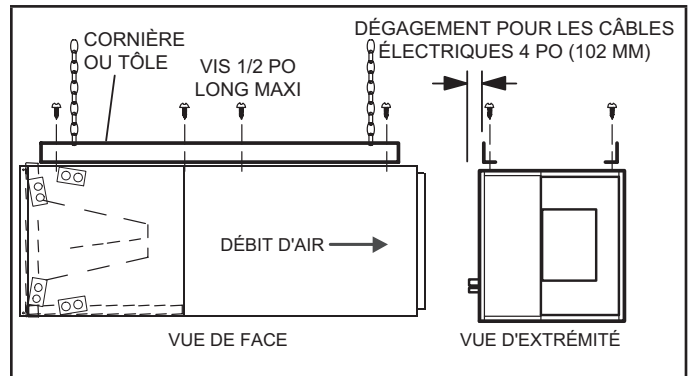

FIGURE 6. Suspension d'une unité horizontale
- 6 - Si l'unité est suspendue, elle doit être supportée sur toute sa longueur. Lorsqu'une chaîne ou une bande métallique est utilisée, fixez un morceau de cornière ou de tôle sur l'unité (au-dessus ou en dessous) de manière à ce que toute la longueur de l'unité soit supportée. Utilisez des vis de 1/2 po de long maximum de manière à ne pas endommager le serpentin ou le filtre. Reportez-vous à la FIGURE 6. Connectez les plénums d'air d'alimentation et de retour à l'aide de vis à tôle.
- 11 - Si l'unité est suspendue, elle doit être supportée sur toute sa longueur. Lorsqu'une chaîne ou une bande métallique est utilisée, fixez un morceau de cornière ou de tôle sur l'unité (au-dessus ou en dessous) de manière à ce que toute la longueur de l'unité soit supportée. Utilisez des vis de 1/2 po de long maximum de manière à ne pas endommager le serpent ou le filtre comme illustré à la FIGURE 6. Connectez les plénums d'air d'alimentation et de retour à l'aide de vis à tête.